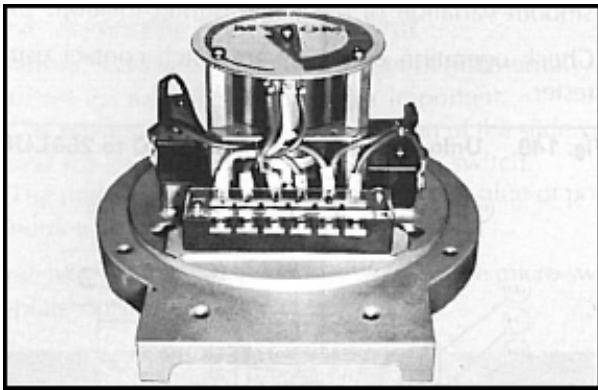

Fig. 144 Indicateur de décharge pour 160SUD à 250LUD
- (2) 160 SU à 320 Type 201-600-00 (Fig. 144)